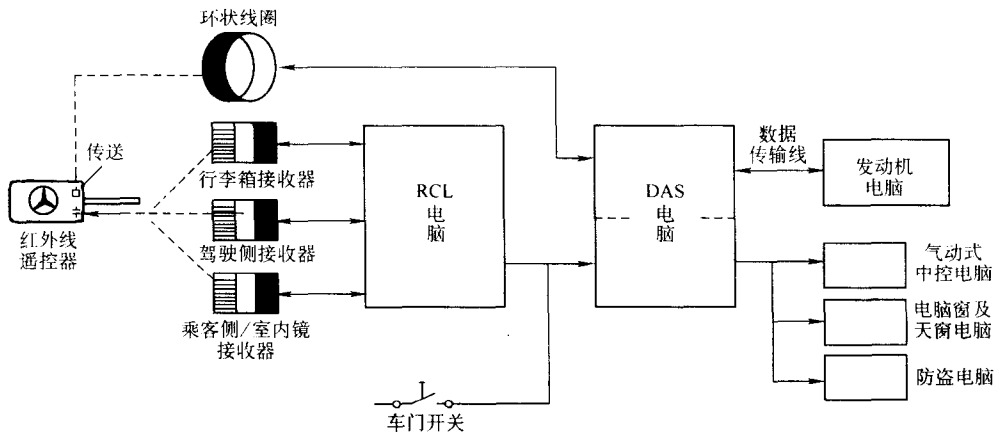

图 6-9 DAS-X 工作示意图
(2) DAS-X。DAS-X 除了具有 DAS-2a 组件外，额外增加有 2 个红外线接收器及独立的红外线接收器电脑（RCL），如图 6-9 所示。